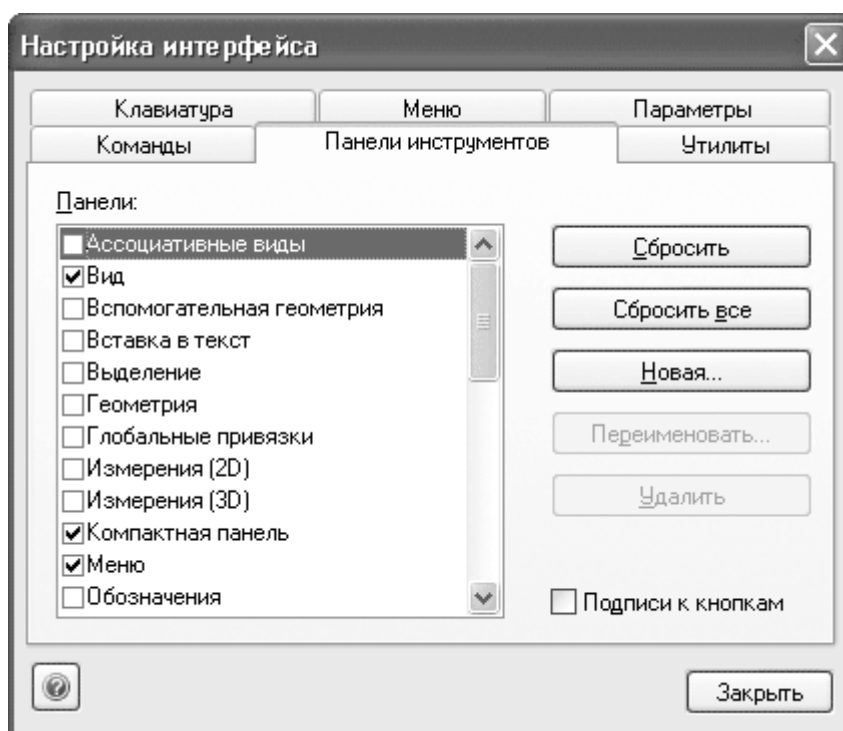

Рис. 1.48. Вкладка Панели инструментов
Вкладка Панели инструментов окна Настройка интерфейса позволяет изменять количество, вид и размещение панелей инструментов в главном окне программы (рис. 1.48).
1. На вкладке Панели инструментов нажмите кнопку Новая (см. рис. 1.48).